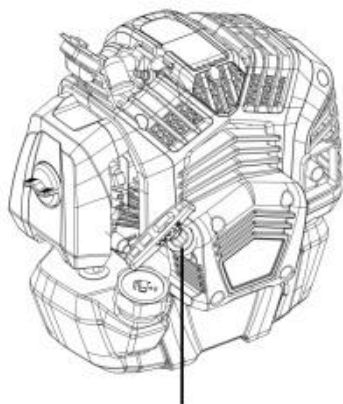

Fig. 28
2. Halten Sie das Produkt stabil und ziehen Sie leicht am Rücklaufstartergriff, bis Sie spüren einen Widerstand und ziehen dann schnell daran. Wiederholen Sie den Vorgang, bis der Motor anspringt (Abb. 28).